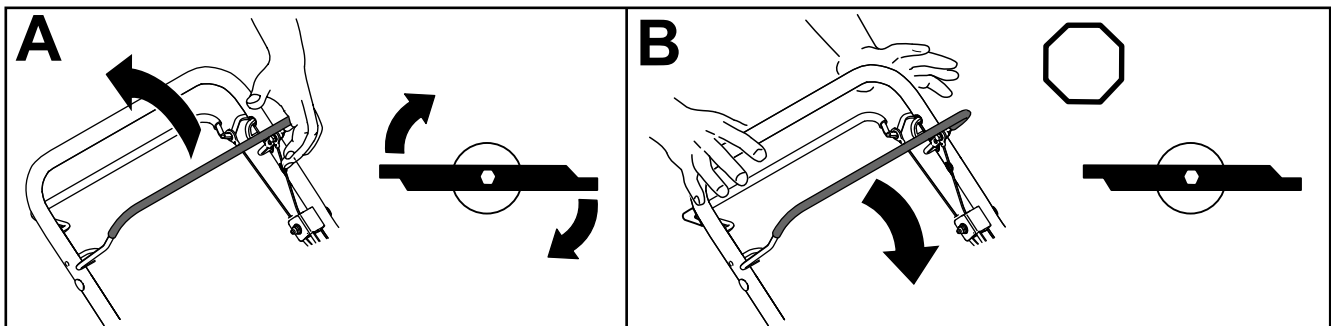

Figura 15
- Para activar las cuchillas, tire de la barra de control de las cuchillas hasta el manillar (Figura 15).
- Para desactivar las cuchillas, suelte la barra de control de las cuchillas (Figura 15).